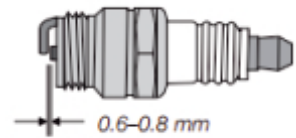

Рис.36
4. Проверьте зазор между электродами 0.75 мм (Рис.36).